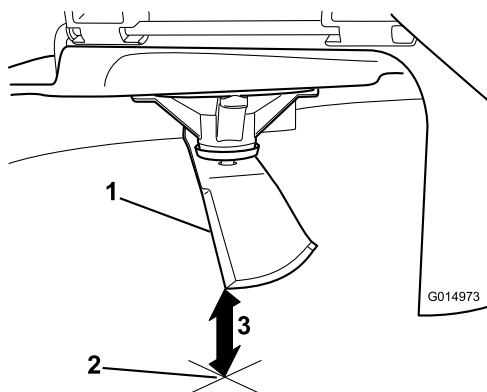

Figure 51
3. Mesurez la distance entre la pointe de la lame et la surface plane (Figure 51).